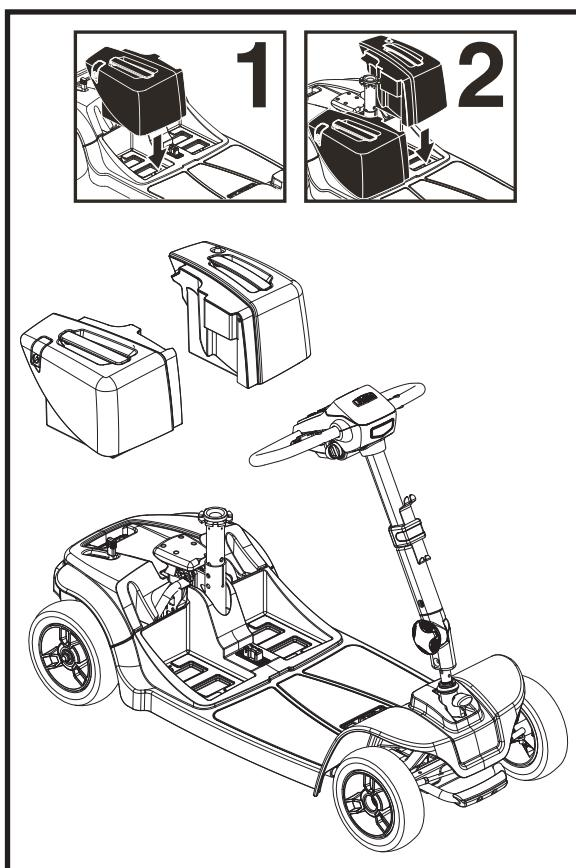

Figura 22. Scatola batteria Installazione dei modelli 66 e 67
12. Reinstallare le batterie sullo scooter e impegnare la batteria bloccaggio delle batterie. Rimontare sempre la batteria laterale destra pacco prima. Vedere figura 22.